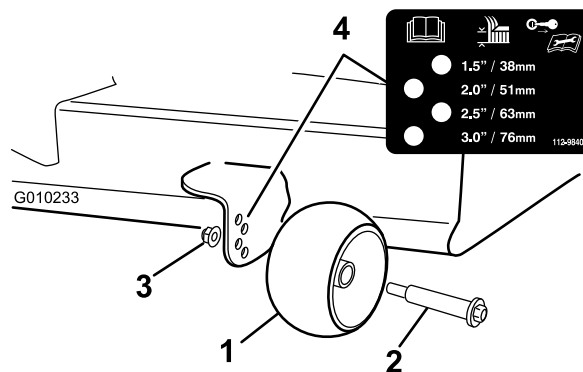
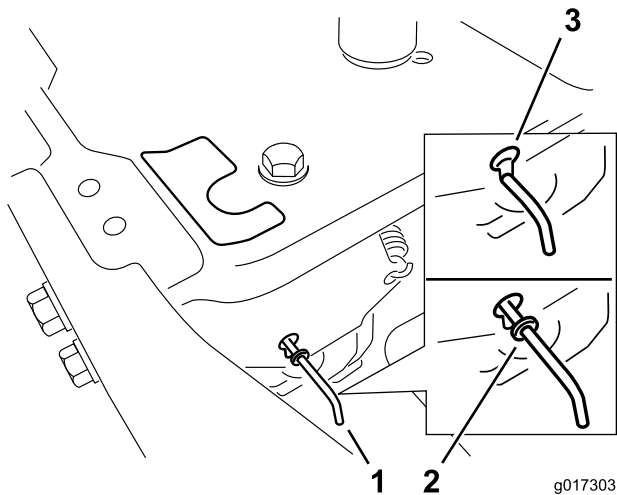

Bild 23
Bild 27
3. Stellen Sie die Antiskalpierrollen so ein, wie in Bild 23 dargestellt, dass sie der nächsten Schnitthöheneinstellung entsprechen.
in Bild 23/Bild 27 dargestellt. Wiederholen Sie dies für jeden Hebel.
Schieben Sie die Bypasshebel nach hinten durch das Schlüsselloch und nach unten, um sie zu arretieren, wie in Bild 27 dargestellt. Wiederholen Sie dies für jeden Hebel.